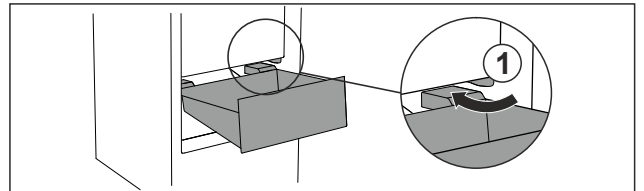

Fig. 116
- Umetnite ladicu koso oko zaustavljača Fig. 116 (1).